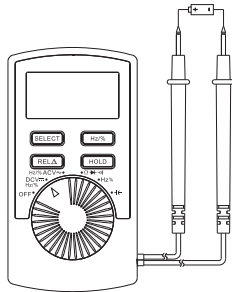

Рисунок 2
5.1. Измерение постоянного напряжения (см. Рис. 2)